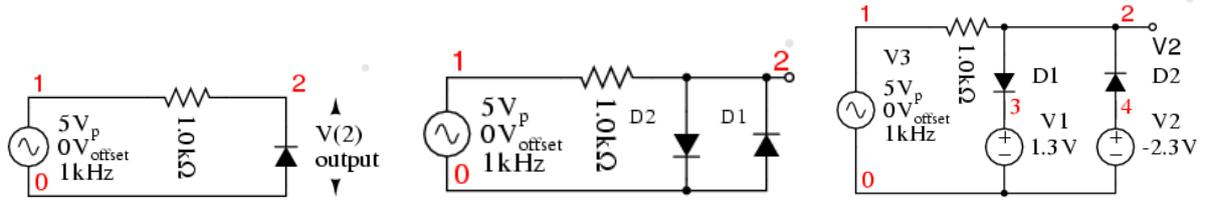

Figure 6: Circuits écrêteurs.
1. Montez le circuit de la figure 6 de gauche. Appliquez une onde sinusoïdale, puis observez et expliquez le signal de sortie.
4. Montez le circuit de la figure 6 du milieu. Observez et expliquez le signal de sortie.
5. Montez le circuit de la figure 6 de droite. Observez et expliquez le signal de sortie.